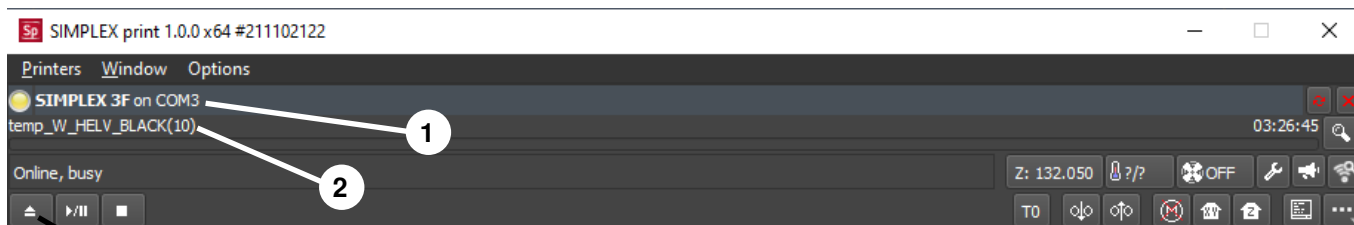

図 67
- ◆ ステータスバーにSIMPLEXが表示されます（1、図67）。
⇒ ロードボタン（3、図67）をクリックして、Gコードを選択し、ロードします。
- ◆ 対応するファイル名がステータスバーに表示されます(2, 図67)